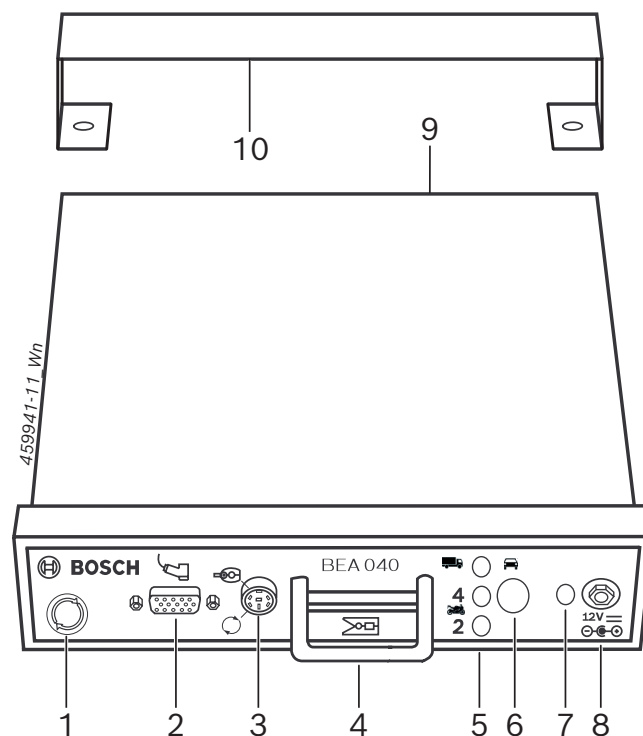

Fig. 1: BEA 040
Après chaque pression sur le bouton mode (Fig. 1, pos. 6), un autre mode est sélectionné (VP/VU ou motocycle 2 temps/4 temps). Le mode sélectionné est indiqué par la LED mode correspondante (Fig. 1, pos. 5).
La LED tension bloc d'alimentation (Fig. 1, pos. 7) s'allume en bleu lorsque le bloc d'alimentation est raccordé.